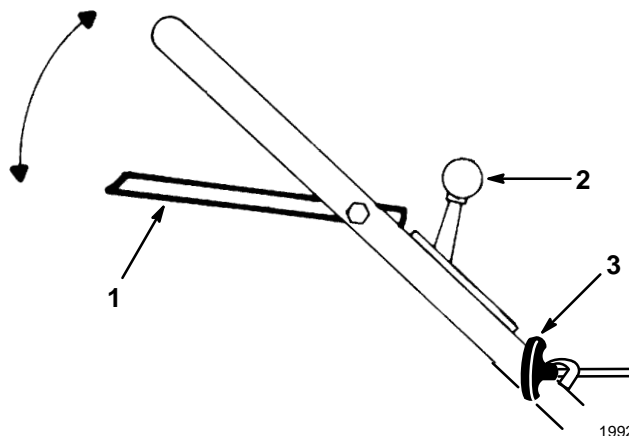

Figure 9
1. CONTROLES—El control del acelerador, la barra de control y el arrancador manual están en la manija superior (Fig. 9).
4. ARRANQUE—Mueva el control de velocidad sobre el terreno a la posición **NEUTRA** (Fig. 11) y el acelerador a **RAPIDO**. Levante la barra de control (Fig 9) y manténgala en esa posición. Tire del arrancador manual (Fig 9) hasta que se produzca un enganche positivo, entonces tire con fuerza para
encender el motor. Cuando encienda, mueva el acelerador hasta la posición  **RAPIDO** (Fig. 9). Espere a que se caliente el motor. Durante el período de calentamiento, se puede operar el equipo.